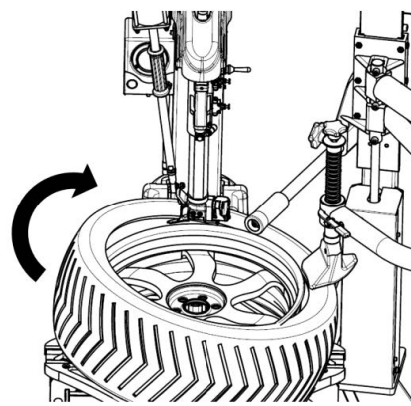

FIG 35
- S'il y a une chambre à air, soulever l'outil de démontage et mettre en place la chambre à air et positionner le noyau. De la même manière, positionner la gauche de la lèvre au-dessus de la queue de l'outil de démontage et la droite sous la bosse de l'outil de démontage. Appuyer fortement sur la paroi droite du pneu. S'il y a un bras d'assistance, il faut positionner la tige de presse et la tige de rotation comme sur la **FIG35** et presser la lèvre du pneu vers le bas jusqu'à la fente de démontage du pneu. Ensuite, appuyez sur la pédale de rotation pour observer la lèvre du pneu et le crochet de démontage, s'il n'y a pas d'anomalie, abaissez la pédale de rotation pour faire tourner la plaque tournante dans le sens des aiguilles d'une montre afin de monter le côté supérieur de la lèvre du pneu dans la jante. S'il y a une résistance et que vous sentez que le pneu est déchiré ou que la plaque tournante est bloquée, relâchez immédiatement la pédale, et appuyez sur la pédale vers le haut pour inverser le moteur et éliminer la résistance. Répétez l'opération jusqu'à ce que le pneu soit complètement monté.